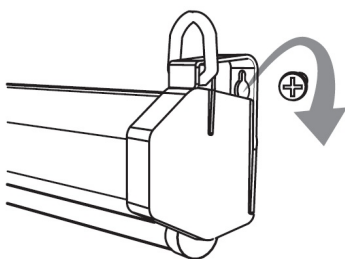

Рис. 1
- жесткое крепление на стене: отмерьте на стене расстояние, равное расстоянию между монтажными отверстиями экрана, сделайте отверстия в стене диаметром не более 8 мм. Используйте распорные дюбели и монтажные шурупы. Не вкручивайте шурупы полностью, оставив зазор для пластикового монтажного кольца экрана. Навесьте экран широкими частями монтажных отверстий, как показано на Рис.1, и опустите вниз так, чтобы шуруп вошел в узкую часть монтажного отверстия. Плотнo затяните шурупы. Для монтажа экранов, отмеченных в таблице *, см. Рис 3.